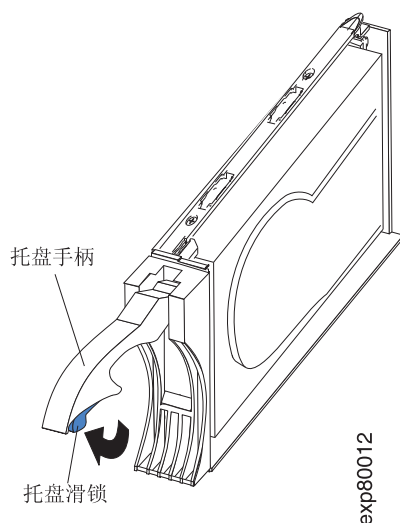

图 35. E-DDM FRU 手柄
- b. 如图 35 中所示, 将托盘上的手柄拉出, 使其处于打开位置。
- a. 如第 68 页的图 35 中的箭头所示，按住托盘手柄底端内侧以松开 E-DDM FRU 上的滑锁。